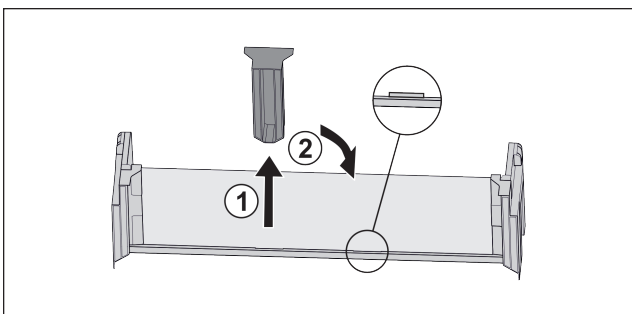

Fig. 26
- ▶ Estrarre l'elemento di supporto centrale Fig. 26 (1).
- ▶ Inserire l'elemento di supporto centrale sulla seconda posizione Fig. 26 (2).